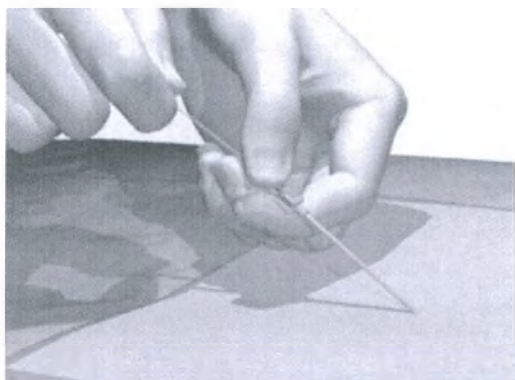

Рисунок 4. Угол введения вводной иглы
2. Под флюороскопическим контролем направления поместите вводную иглу в эпидуральное пространство, направив срез вверх под углом 45° или меньше (рисунок 4).
ПРЕДУПРЕЖДЕНИЕ. Вводную иглу следует вводить под углом 45° или меньше (рисунок 4). Большие углы увеличивают силу введения зонда, а также повышают вероятность прокола отведения зондом и повреждения тканей.